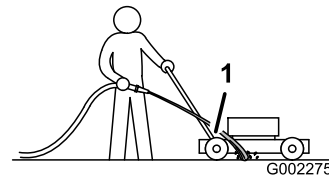

Figura 19
3. Sujete la manguera a la altura del manillar y dirija el agua para que fluya sobre el suelo justo por delante de la rueda trasera derecha (Figura 19).